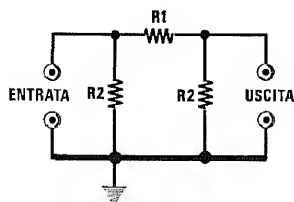

Fig. 1 ATTENUATORE a PI-GRECO
**Esempio** = Vogliamo realizzare un attenuatore a Pi-Greco da 6 dB (vedi fig.1) su un'impedenza caratteristica Z di 52 ohm.
Dalla fig.1 preleveremo le due formule necessarie per ricavare il valore delle resistenze R1 e R2, cioè :